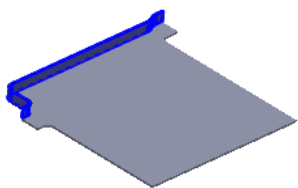
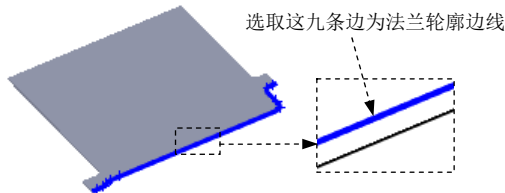

图 7.6.12 边线-法兰 1
图 7.6.13 选取法兰轮廓边线
Step9. 创建图 7.6.12 所示的钣金特征——边线-法兰 1。选择下拉菜单 **插入(I)** → **钣金(B)** → **边线法兰(E)...** 命令；选取图 7.6.13 所示的九条边线为法兰轮廓边线；在 **角度(G)** 区域的  文本框中输入角度值 90.0；在“边线-法兰”对话框的 **法兰长度(L)** 区域的  下拉列表中选择 **给定深度** 选项，在  文本框中输入深度值 5.0；在此区域中单击“外部虚拟交点”按钮 ；在 **法兰位置(N)** 区域中单击“折弯在外”按钮 ；单击  按钮，完成边线-法兰 1 的创建。